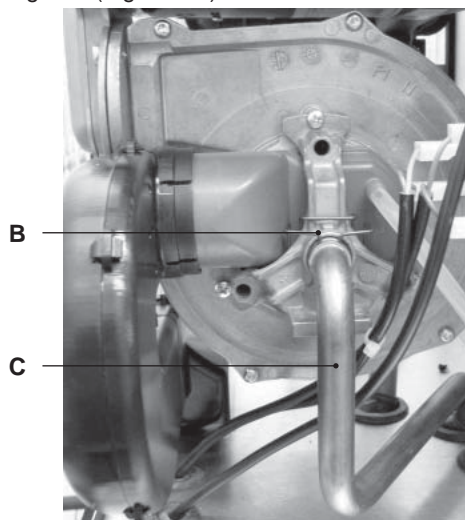

Figura 8.2
- Togliere la forcina B ed estrarre il tubo del gas C (Figura 8.2).